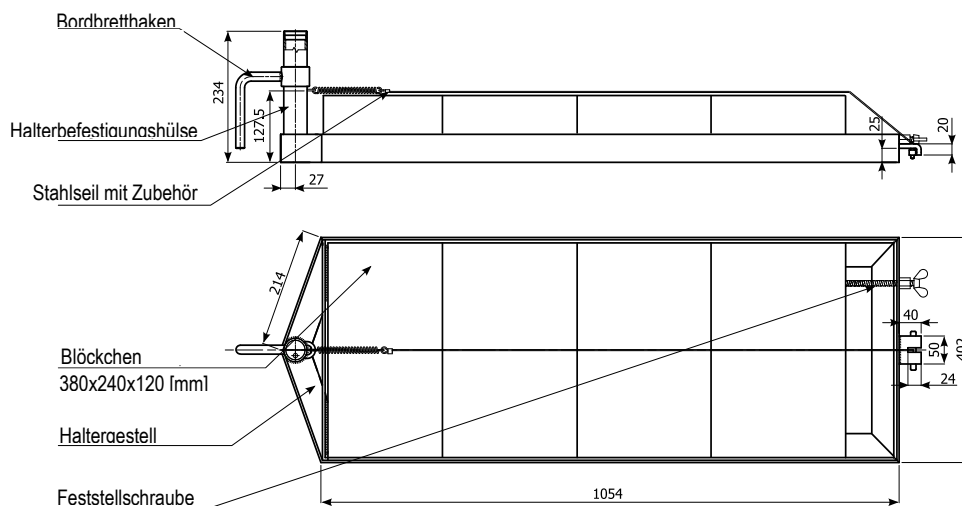

Abb. 28 Gegengewichthalter
1.3.26. Gegengewichthalter (Abb. 28)